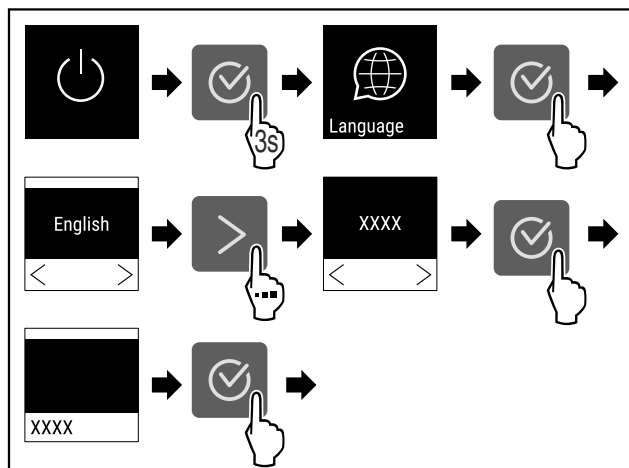

Fig. 52
- ▶ Végezze el a gyakorlati lépéseket (lásd Fig. 52) .